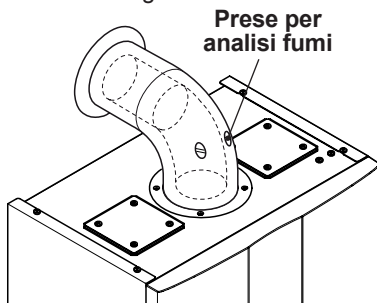

Figura 9.15
di analisi fumi poste sugli scarichi fumi della caldaia Figura 9.15.
- Verificare la combustione della caldaia utilizzando le prese posizionate sui tubi fumo (Figura 9.15) e confrontare i dati misurati con i seguenti.